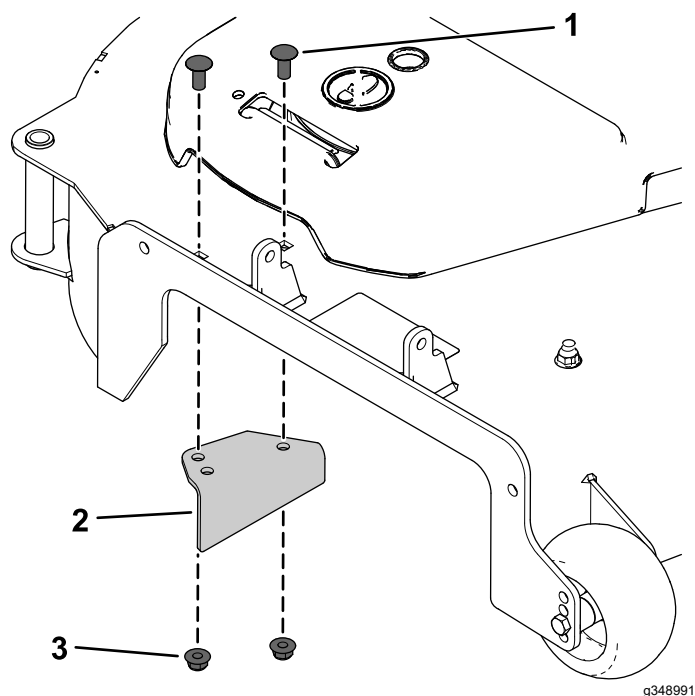

Figura 6
4. Montate il nuovo deflettore di scarico utilizzando 2 bulloni a testa tonda ($\frac{3}{8}$ " x $\frac{7}{8}$ ") e 2 dadi di bloccaggio ($\frac{3}{8}$ "), come illustrato nella Figura 6.